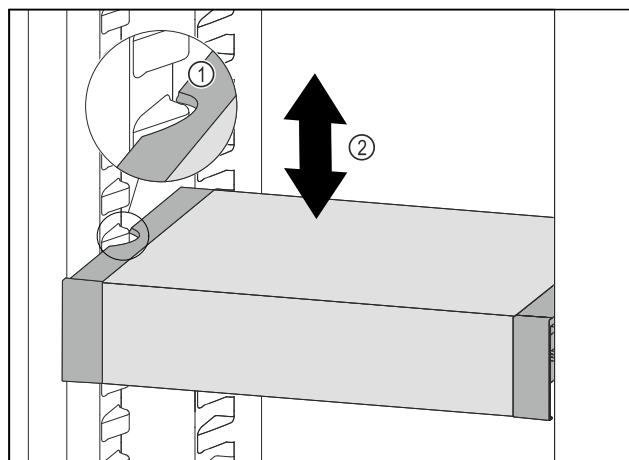

Fig. 73
- Trageți în față VarioSafe, până când degajările laterale ale VarioSafe se află la înălțimea nervurii recipientului din frigider. Fig. 73 (1)
- Mișcați în sus sau în jos VarioSafe în frigider, până când este atinsă înălțimea dorită. Fig. 73 (2)